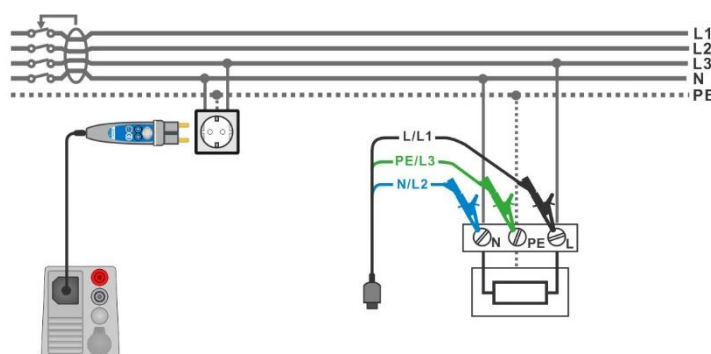

Abbildung 7.25: Anschluss des Commander-Prüfsteckers und des 3-adrigen Prüfleiters
- Verbinden Sie L, N und PE des 3-adrigen Prüfleiters oder des Commander-Prüfstecker mit dem Prüfobjekt, siehe **Abbildung 7.25**.
- › Anschluss des 3-adrigen Prüfleiters oder des Commander-Prüfsteckers am Prüfobjekt, siehe **Abbildung 7.25**.
- › Anschluss des 3-adrigen Prüfleiters oder des Commander-Prüfsteckers am Prüfling, siehe **Abbildung 7.25**.
<ul style="list-style-type: none"> • Aufruf der Funktion RCD Auto. • Einstellung der Prüfparameter/Grenzwerte. • Anschluss des Prüfkabels am Prüfgerät. • Schließen Sie den 3-adrigen Prüfleiter oder den Commander-Prüfstecker am Prüfobjekt an, siehe Abbildung 7.25 • Messung starten. 	Prüfung Starten